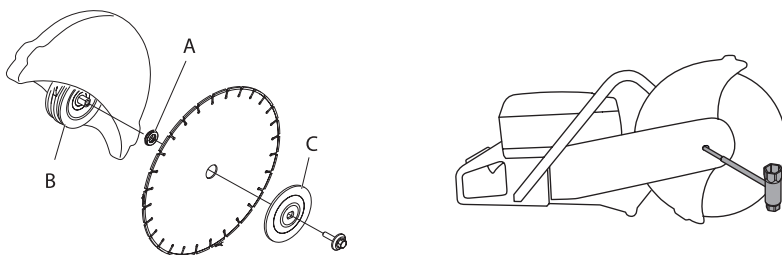

Рис. 4
Диск помещается на втулку (A) (рис. 4) между внутренней фланцевой шайбой (B) и фланцевой шайбой (C). Фланцевая шайба поворачивается так, чтобы она поместилась на оси.
3. Затяните болт, который удерживает лезвие (рис. 4).